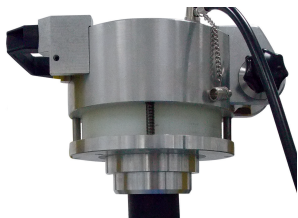

Abb. 11
- Durch das Auseinanderdrücken des Gehäuses **(2)** (siehe Abb. 11) wird die Sattelfläche an das Rohr angeglichen.